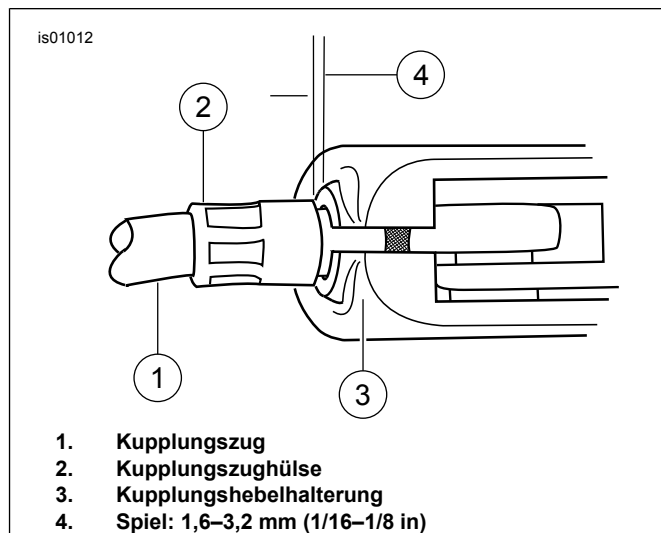

Abbildung 4. Kupplungshandhebel
- b. Siehe Abbildung 4. Die Kupplungszughülse (2) von der Kupplungshebelhalterung (3) zurückziehen, um das Spiel zu prüfen. Den Seilzugspanner nach Bedarf drehen, um ein Spiel von 1,6–3,2 mm (1/16–1/8 in) zwischen dem Ende der Seilzughülse und der Kupplungshebelhalterung zu erhalten.